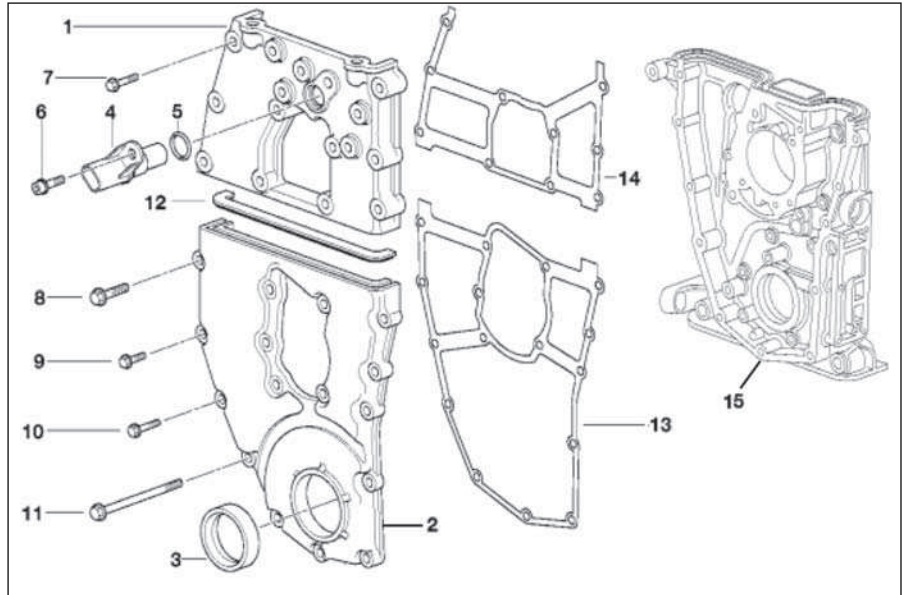
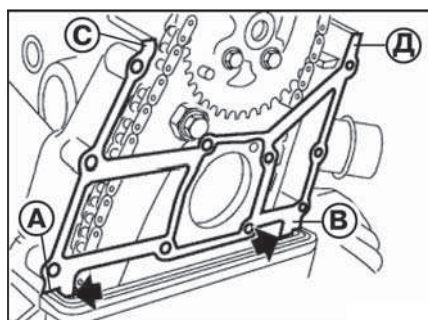

Рис. 4.20. Крышки ГРМ
Рис. 4.21. Места разрезов
Конструктивное исполнение крышек ГРМ показано на рис. 4.20.
- Вывернуть датчик (4) положения цилиндров из крышки (1) ГРМ и вывернуть болты (7, 10 шт.) крепления крышки ГРМ и снять ее. Снять профильную уплотнительную прокладку (14), в дальнейшем она подлежит замене.
- Разрезать уплотнительную прокладку в местах отмеченных стрелками (рис. 4.21) движением изнутри наружу, т.к. уплотнительная прокладка в запасные части для верхней крышки ГРМ поставляется отдельно. Снять прокладку.
- Очистить канавку для профильной резиновой прокладки (12, см. рис. 4.20) и уплотняемые поверхности от остатков уплотнения. На верхнюю и нижнюю уплотняемые поверхности головки блока цилиндров (точки А и В, см. рис. 4.21) нанести тонкий слой герметик типа «Drei Bond 1209».
отверстия под крышку. Установить новую уплотнительную прокладку. На верхнюю и нижнюю угловые части (А, В, С, Д, рис. 4.21) уплотнительной прокладки нанести тонкий слой герметик типа «Drei Bond 1209». Вложить новую профильную резиновую уплотнительную прокладку (12) в канавку.